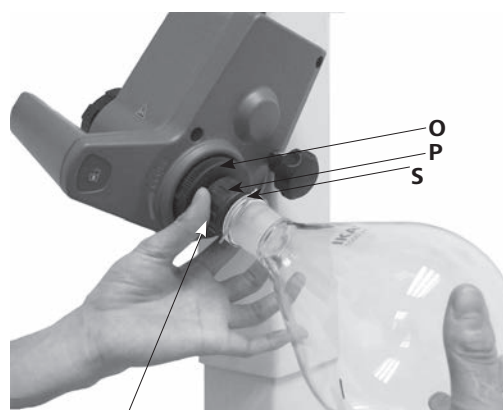

Fig. 15b
- クリップがフランジに付くまでプラスチック製ナット (P) をクリップ (S) と共に反時計回りに回します。(Fig. 15b)
- 次にクランプがフランジを強く上に押しつける状態になるまでプラスチック製ナットを時計回りに回します。この時、蒸気パイプの固定装置 (O) を持って支えます。